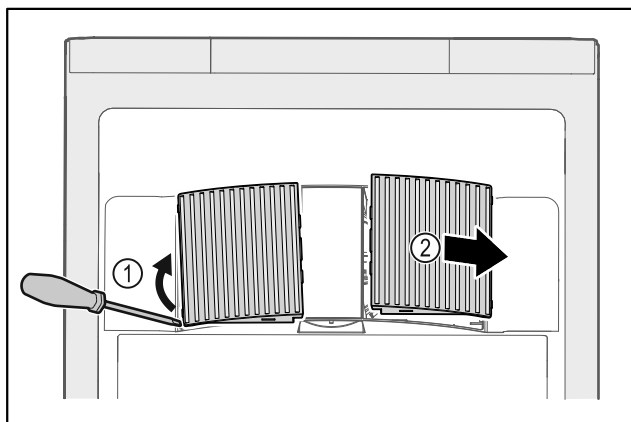

Fig. 237
- ▶ Extraire par un mouvement de levier les caches latéraux Fig. 237 (1) vers l'avant Fig. 237 (2).